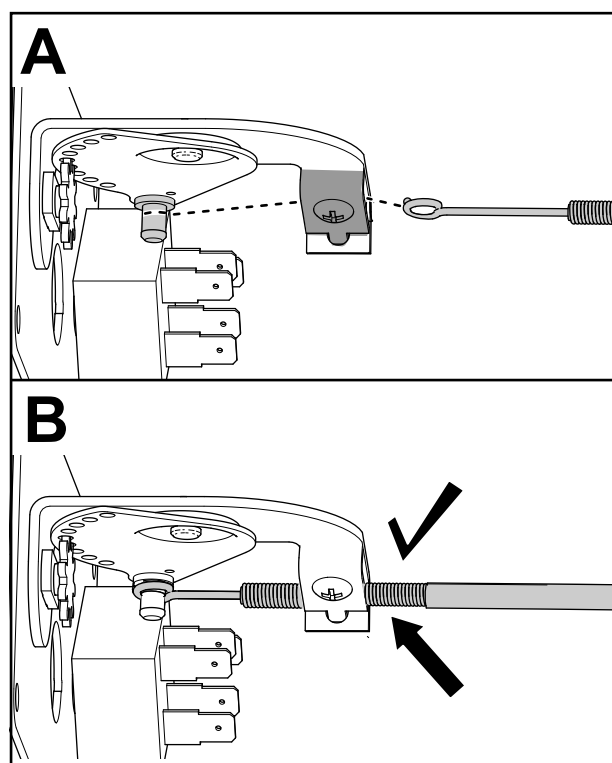

Рисунок 7
7. Убедитесь, что переключатель обогревателя находится в среднем положении, и подсоедините один конец троса управления к задней части переключателя обогревателя (Рисунок 7).